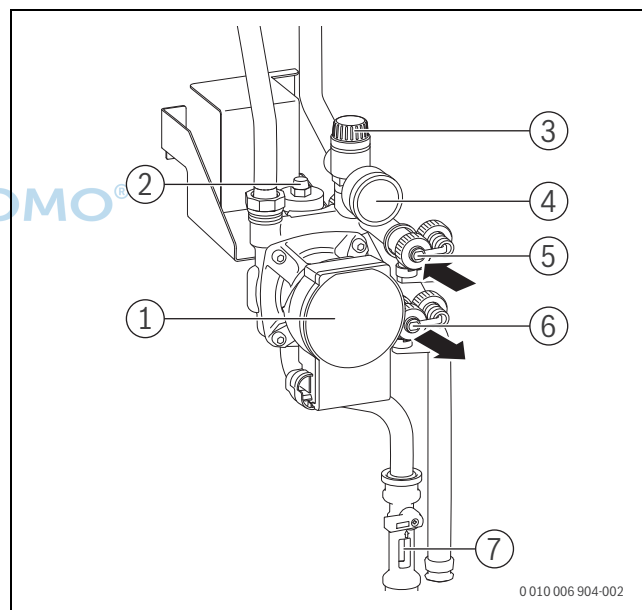

Bild 236 Übersicht Solargruppe
Befülleinrichtung an den Füll- und Entleerhahnen der Solarpumpe (→ Bild 236) anschließen:
- Füll- und Entleerhähnen (→ Bild 236, [5] und [6]) öffnen.
- ▶ Während des Spülens den Füll- und Entleerhahn an der Saugseite (→ Bild 236, [6]) mehrmals kurzzeitig drosseln und anschließend schnell komplett öffnen. Dadurch können sich gestaute Luftblasen in der Rohrleitung lösen.